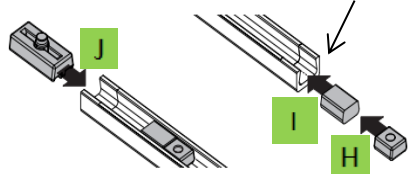

Bild 5
- Einführung des Dämpfungsklotzes (I), des Stoppers (H) und des Gleiters (J) in die Gleitschiene (C), ausgehend von der Bandseite wie in Bild 5 dargestellt.